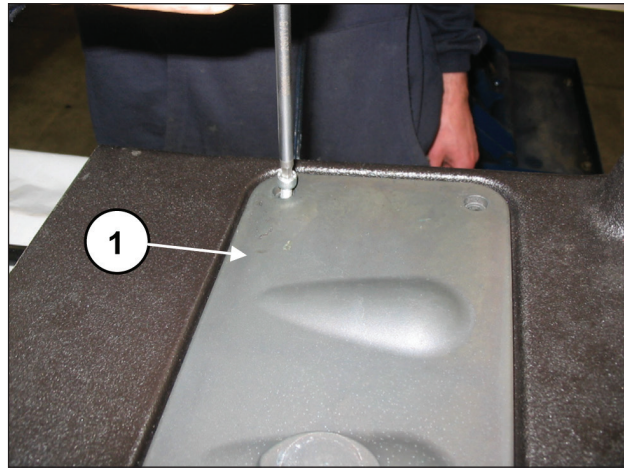
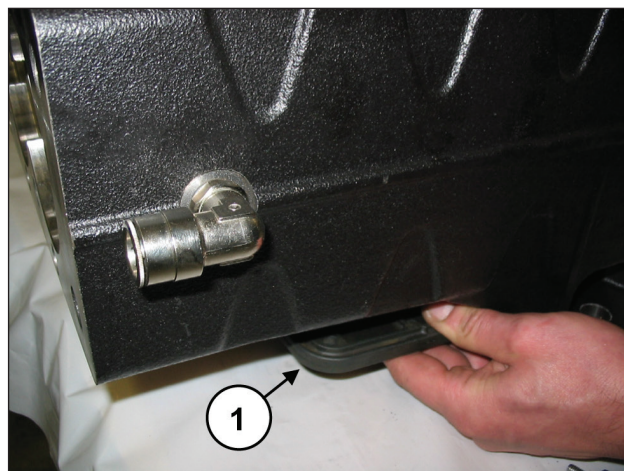

图 120
图 121
拆除上检测盖 (①，图 120)和下检测盖 (①，图 121)，可拧松4+4个固定螺栓。取出O形圈，必要时可更换。